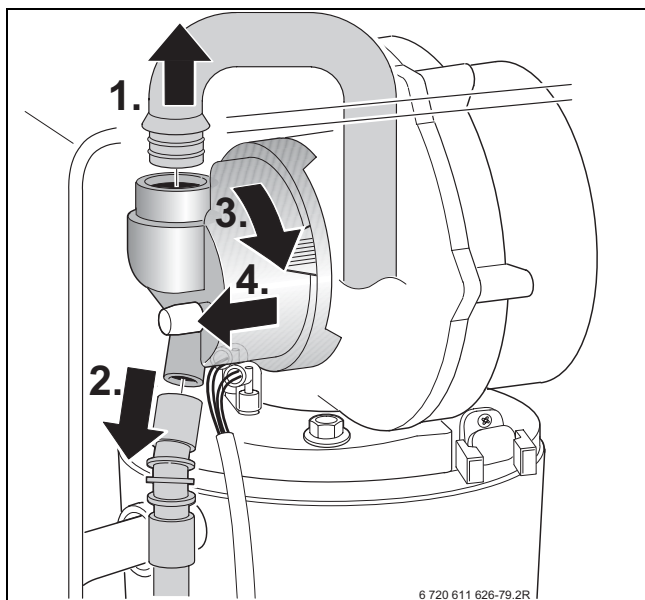

Fig. 48
- ▶ demontați dispozitivul de amestec (1) conform fig. 48.
- ▶ Verificați membrana (2) de murdărire și crăpături.